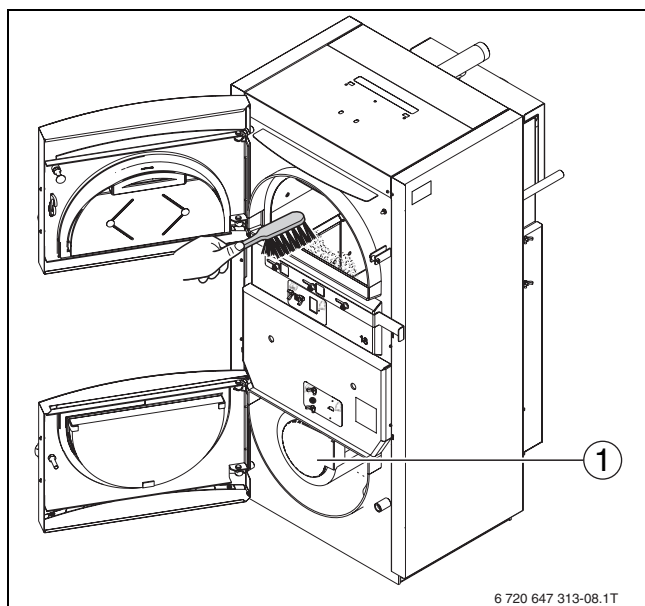

Fig. 40 Pulizia del vano di carico
- Rimuovere il coperchio della camera del bruciatore (→ fig. 40, [1]).